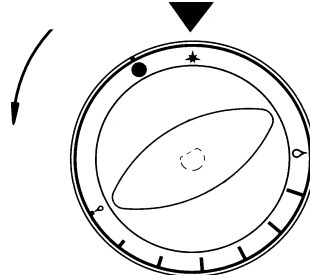

FIG. 1
6.2 ACCENSIONE DEI BRUCIATORI - FUOCHI APERTI (Fig.1)
Per accendere il bruciatore, collegato al rubinetto, spingere la manopola fino all'arresto e ruotare la manopola nel senso della freccia fino alla posizione ✱ "PILOTA" (fig. 1).